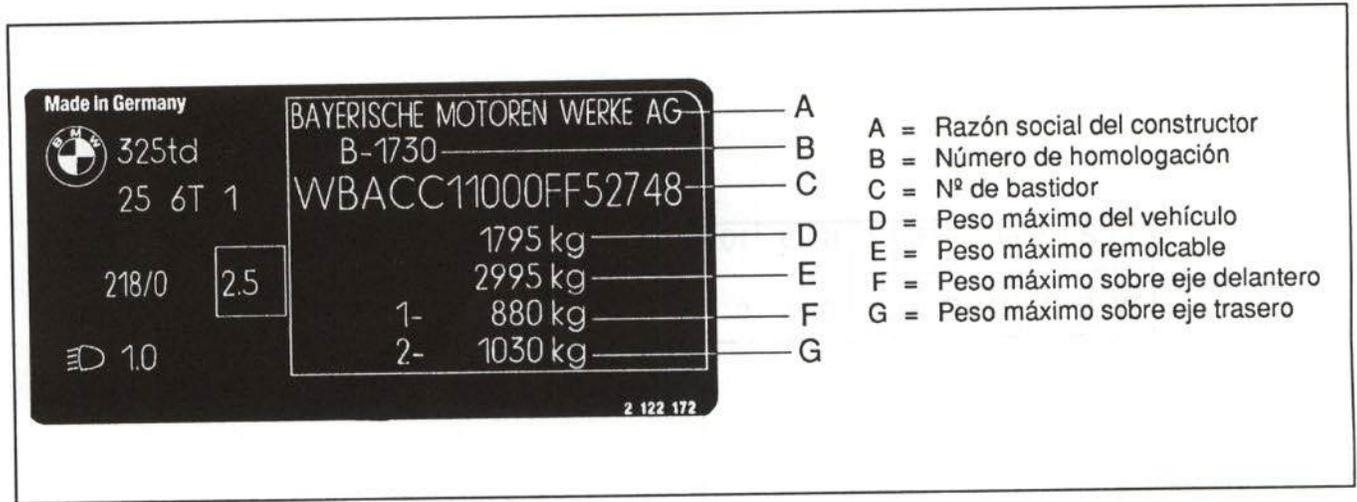

Figura 2.- Placa del constructor
• La placa del constructor está remachada en el pase de rueda derecho. En la figura 2 se ofrece la siguiente información: